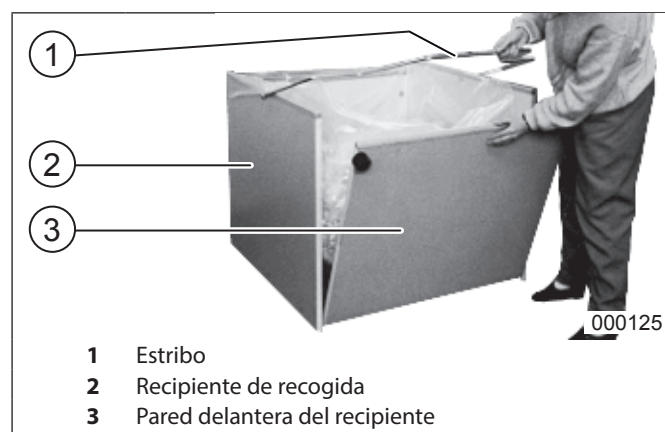

fig. 10 Vaciado del recipiente recogedor
1. Sujetar el recipiente por el estribo (fig. 10/1) y pasarlo por debajo de la destructora de datos.
2. Levantar el estribo y plegar la pared delantera del recipiente (fig. 10/3) hacia abajo.